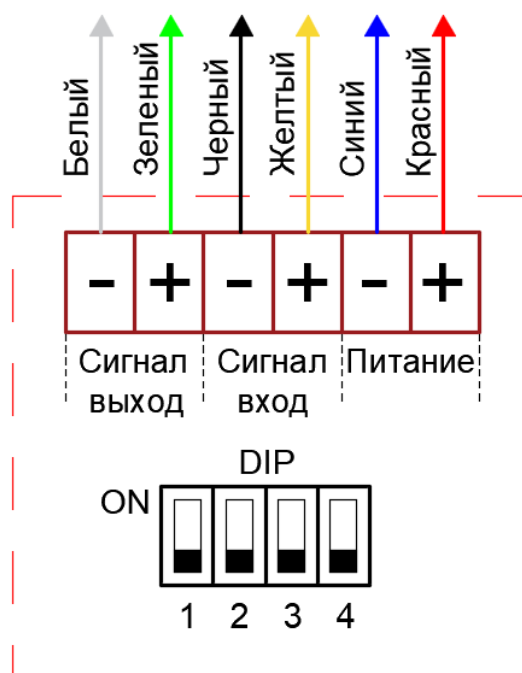

Рис. 3 – Схема подключения оповещателя с присоединенным заводским многожильным кабелем.
Оповещатель состоит из корпуса, внутри которого встроена электронная плата, световой излучатель и звуковой излучатель (пьезоэлемент) – соответственно для звукового и комбинированного оповещателя. Корпус с платой и элементами оповещения является неразборной. К извещателю присоединен многожильный кабель. Назначение жил кабеля указано на рис.3.
Назначение переключателя DIP («1-6»), расположение на рис. 3а и 3б.
3.1.1 Работа по 2-х проводной схеме подключения (рис. 3)
3.1.2 Работа по 4-х проводной схеме подключения (рис. 3)
- произвести электрический монтаж в соответствии со схемами подключения, приведенными в настоящем документе, рис. 3;